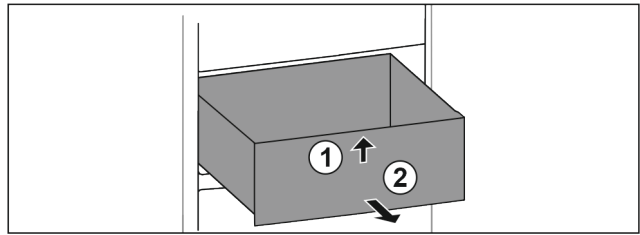

Fig. 120
- ▶ Soulever la partie avant du tiroir. Fig. 120 (1).
- ▶ Retirer le tiroir par l'avant. Fig. 120 (2)